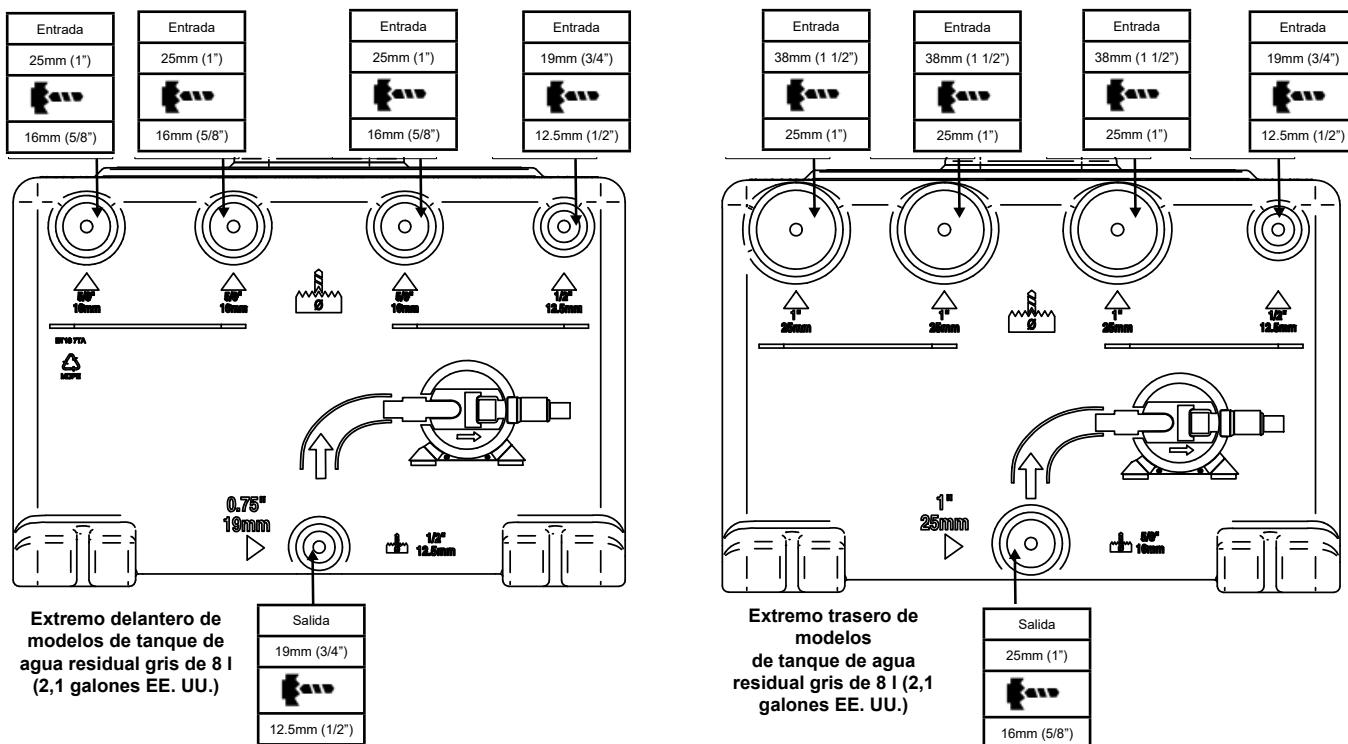

Figura 3 Tamaños de puerto y diámetros de taladro recomendados para el tanque de agua residual gris de 8 l (2,1 galones EE. UU.)
Paso 1: Taladre únicamente los puertos que se van a utilizar en la instalación. Los tamaños de los puertos y los diámetros de taladro recomendados se muestran en la Figura 3 para el tanque de 8 l (2,1 galones EE. UU.). Asegúrese de eliminar todas las virutas del interior del tanque después de taladrar.